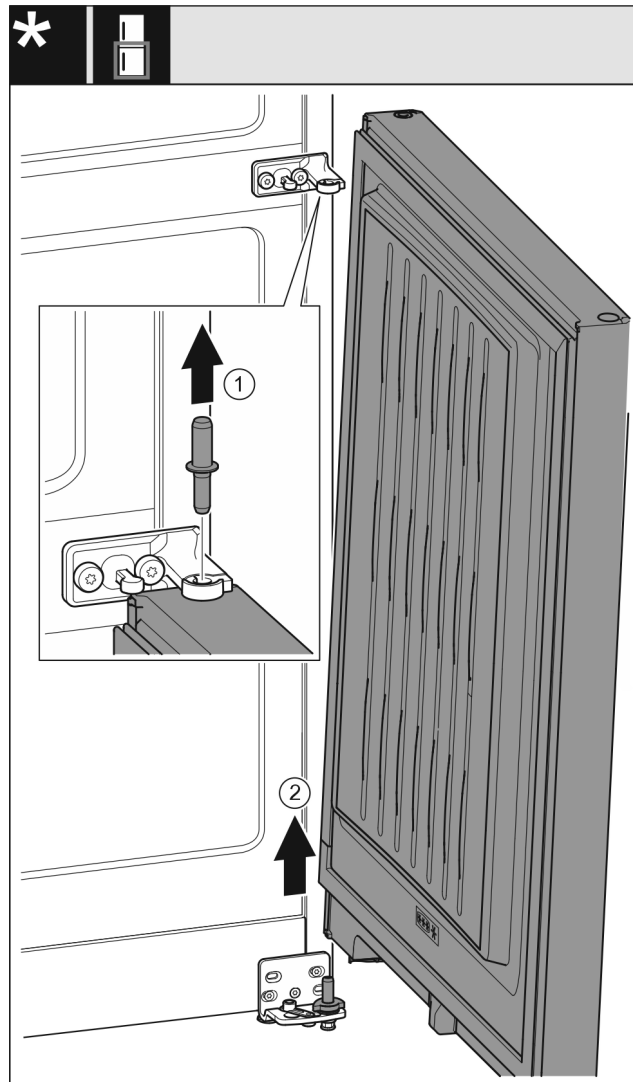

Fig. 10 Senza ammortizzatore di chiusura
- Estrarre il perno Fig. 10 (1) verso l'alto.
- Ruotare all'esterno la porta Fig. 10 (2), tirarla verso l'alto e disporla a lato.